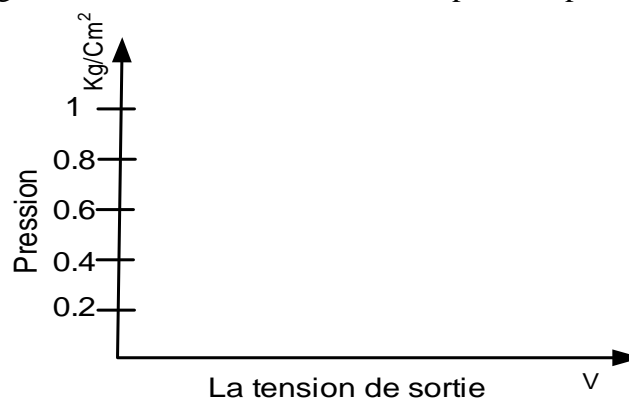

Fig.7.3 La tension générée par le capteur de pression.
7. Réduisez la pression en tournant l'entrée d'air. Augmentez la pression jusqu'à ce que le voyant "Det" de l'unité de détection s'allume. En maintenant la pression inchangée, ajustez la polarisation du comparateur jusqu'à ce que le voyant "+" s'allume. Définissez la pression à ce stade en  $\text{kg/cm}^2$ . Complétez la Figure 7-3.